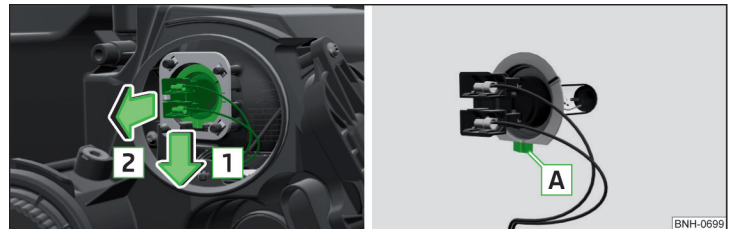

Abb. 267 Glühlampe für Fernlicht wechseln
- › Den Stecker mit der Glühlampe in Pfeilrichtung **1** lösen » Abb. 267.